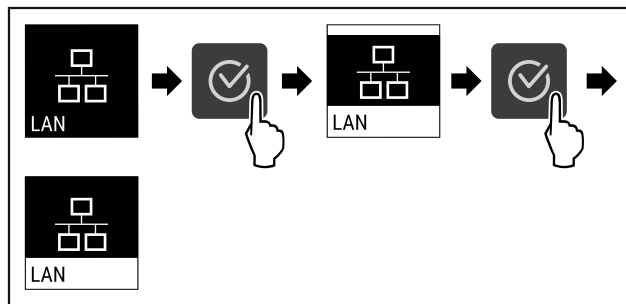

Fig. 92
- ▶ Eseguire i passaggi (vedere Fig. 92).